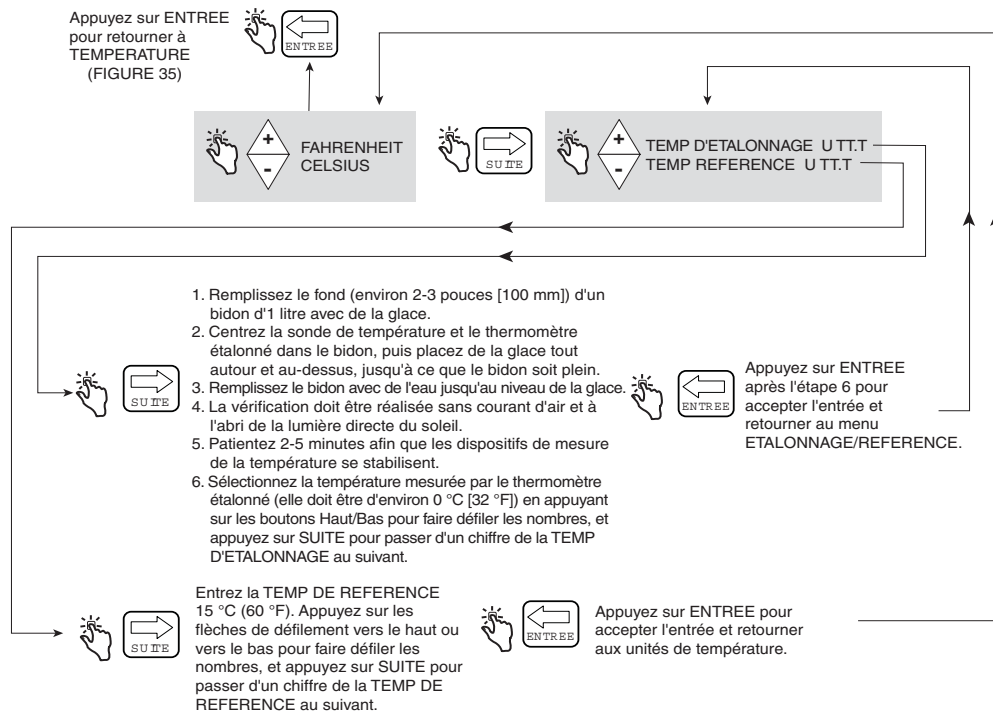

Figure 36. Configuration de l'étalonnage de température
La Figure 36 illustre les options de configuration de l'étalonnage de la sonde de température.
2. La température de référence est la température à laquelle le volume net est compensé (TC). Le volume net est calculé à partir du volume brut ajusté pour la différence entre la température de fluide et la température de référence. Pour réviser la température de référence, respectez les étapes illustrées à la Figure 36, Configuration de l'étalonnage de la température. La température de référence est généralement définie sur 15 °C lors de l'utilisation des Celsius ou 60,0 °F lors de l'utilisation des Fahrenheit.